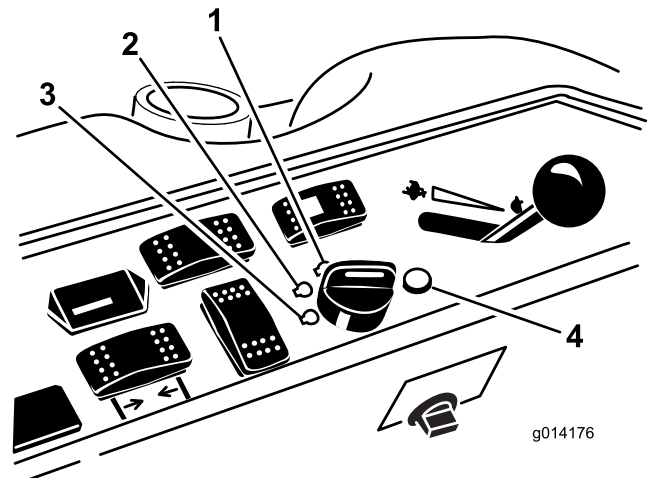

Figura 10
6. Rode a chave da ignição no sentido dos ponteiros do relógio para a posição Run (Figura 10).
- Rode a chave da ignição para a posição Off (desligar) (Figura 10). Espere até que todas as peças em movimento parem, antes de sair da posição de operação.